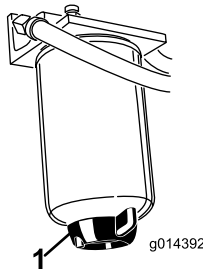

Figura 34
Drene el agua y otros contaminantes del separador de agua (Figura 34) a diario. Cambie el cartucho del filtro después de cada 400 horas de operación.
2. Afloje el tapón de vaciado en la parte inferior del cartucho del filtro (Figura 34).